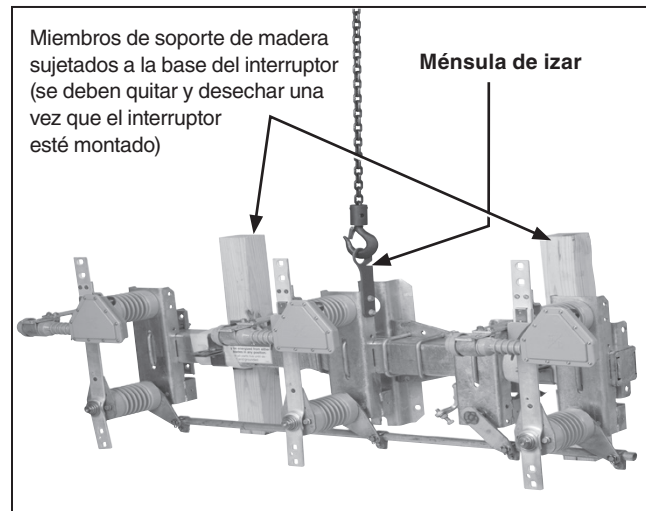

Figura 5. Izamiento del Interruptor Omni-Rupter de configuración vertical a su posición.
Los interruptores en la configuración de montaje vertical vienen con una ménsula retráctil de izamiento en un solo punto, misma que viene sujeta de manera permanente a la base del interruptor. Vea Figura 5 en la página 10.
- (j) Quite y deseche los miembros de soporte de madera que fueron proporcionados para facilitar el levantamiento del interruptor. Ver Figura 5 en la página 10.